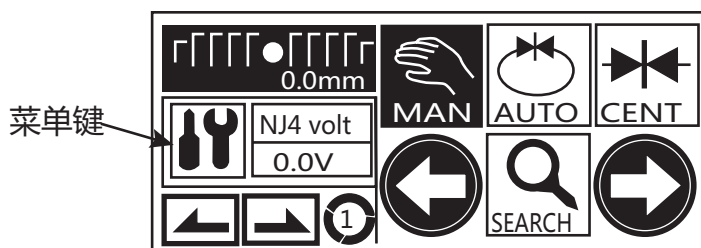

图 8.7 运行界面 (菜单键窗口)
※ 选用 UH01 时无波形，初期界面为 P.41 图 8.7。
切换为图 8.7 的信息窗口部分。
- ①点击  键，进入 P.41 图 8.7 的运行界面（菜单键窗口）。
然后，点击窗口切换键()进入 P.41 图 8.7 的界面。